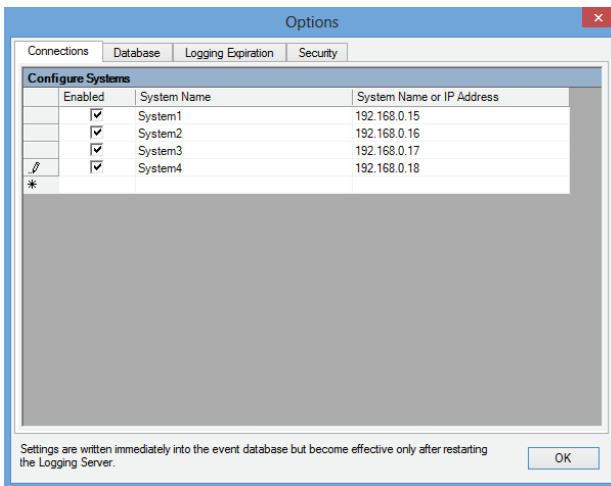

figura 58.8: Agregar un sistema (3)
- Haga clic en el campo *System Name or IP Address* e introduzca la dirección IP o el nombre del controlador de red del sistema al que se debe conectar *Logging Server*. Por ejemplo, *192.168.0.18* (consulte figura 58.8).